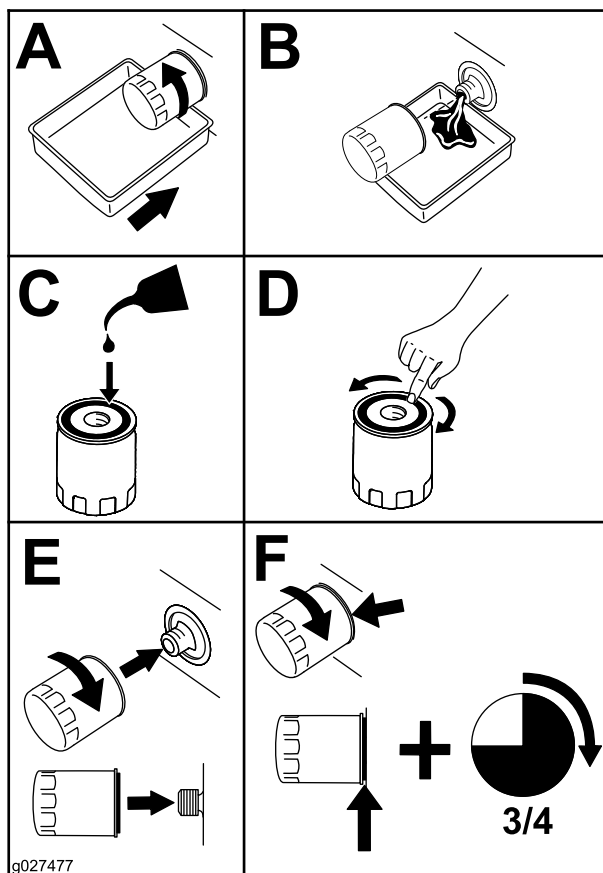

図 49
4. 図 49 に示す手順でエンジンオイルフィルタを交換します。